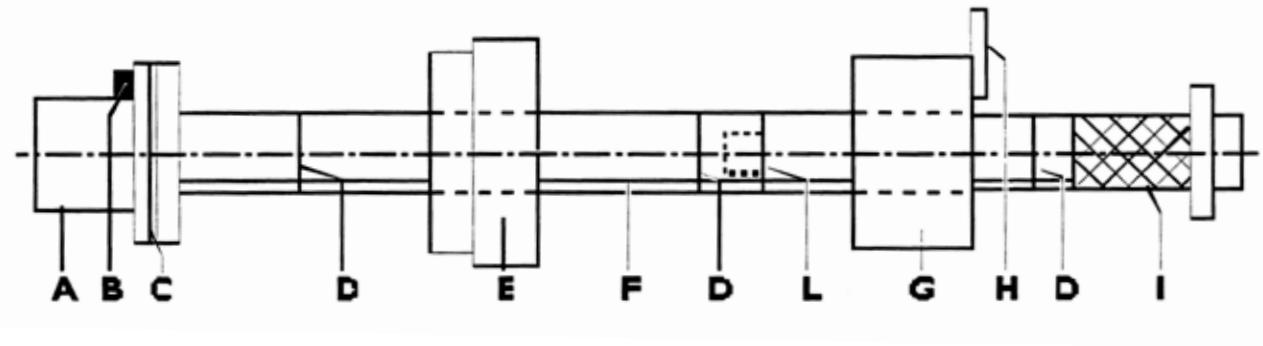

Figura 131
- a. Posicione o casquilho a ser montado na ferramenta (A), fazendo coincidir o ressalto (B, figura 131) da mesma com o alojamento do casquilho.
- b. Posicione o casquilho guia (E) e fixe o casquilho guia (G, figura 131) no alojamento do 7º casquilho através da placa (H).
- c. Durante a fase de cravamento do casquilho faça coincidir a ranhura (F) com a ranhura (M), pois desta forma, após a conclusão do cravamento, o furo presente no casquilho para efetuar a lubrificação coincidirá com o canal de passagem de óleo do alojamento.